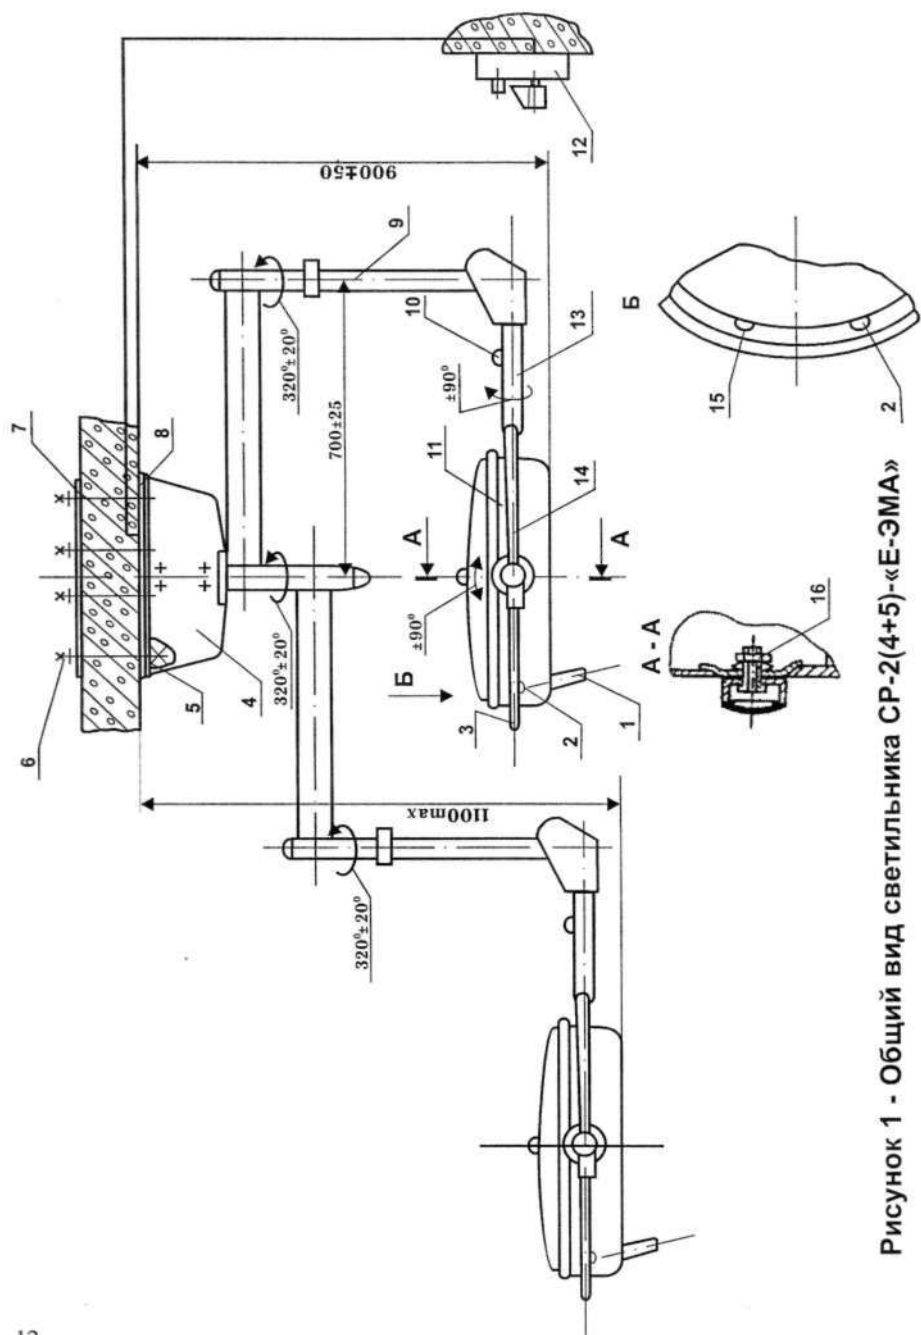

Рисунок 1 - Общий вид светильника SR-2(4+5)-«Е-ЭМА»
6.2 Подвес светильников 5 (рисунок 1, 2) состоит из фланца и колен (одного или двух) с двумя вертикальными узлами поворота.
3) необходимые размеры рабочего поля и освещенность устанавливаются ручками 15 (рисунок 1, 2).
8.5 Если блок освещения не фиксируется в шарнирах дуги, то необходимо, отвернув крепеж, снять крышку корпуса блока освещения и, ослабляя или затягивая гайки 16 (рисунок 1, 2), отрегулировать фрикционы в шарнирах дуги.